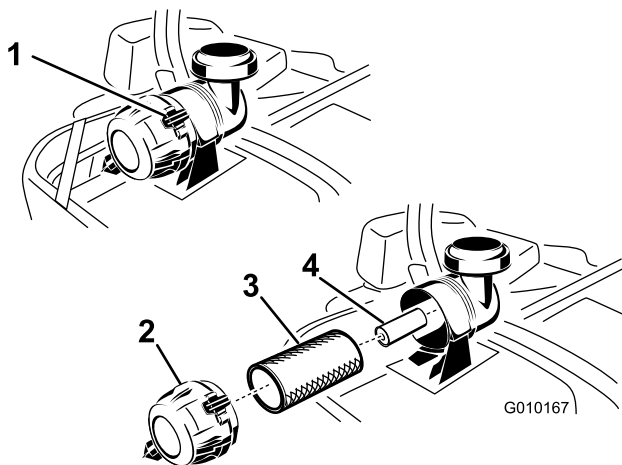

Figure 45
3. Appuyez sur les attaches du filtre à air pour les ouvrir et détachez le couvercle du boîtier du filtre à air (Figure 45).
5. Sortez le préfiltre du boîtier du filtre avec précaution (Figure 45). Évitez de cogner l'élément à l'intérieur du boîtier.
1. Ne nettoyez pas l'élément en papier ; remplacez-le (Figure 45).
2. Si vous remplacez l'élément secondaire, insérez-le avec précaution dans le boîtier du filtre (Figure 45).
3. Glissez ensuite le préfiltre sur l'élément secondaire avec précaution (Figure 45). Assurez-vous qu'il est bien engagé en appuyant sur le rebord extérieur.
4. Montez le couvercle, renflard en bas, et tournez-le pour que les attaches verrouillent le couvercle en place (Figure 45).